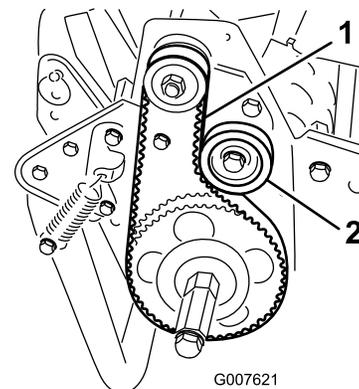

Figura 38
2. Verifique a tensão pressionando a correia a meio curso entre as polias (Figura 38) com uma força de 18 a 22 Nm. A correia deverá flectir-se 6 mm.
- A. Desaperte a porca de montagem da polia intermédia e incline-a para o lado de trás da correia até que obtenha a tensão desejada da correia (Figura 38).